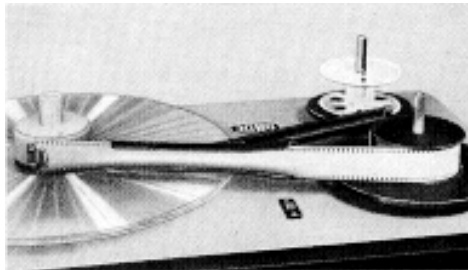

Abb. 3
5. Befestigen Sie den Filmanfang an der Achse durch Zudrücken der Metallklammer (Beachten Sie den Filmverlauf in Abb. 3).